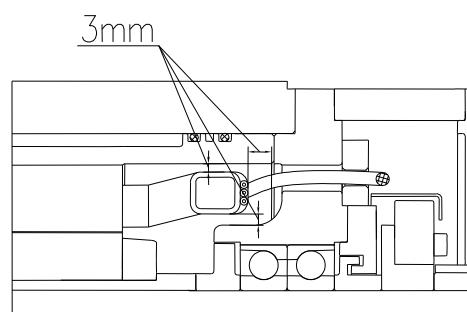

图 6-1-2 电动机定子端部绕组间距示意图
- 9) 在进行电主轴产品结构设计时, 应保证定子线圈端部绕组与周围结构件间距(如图 6-1-2 所示)不小于 3mm, 间距过小易造成定子绝缘对地击穿。对于树脂灌封定子可酌情缩小间距, 但最小不应小于 1mm。